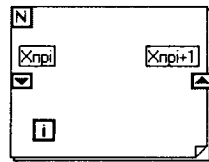

Рис. 5.2.
2. Рамку цикла нужно развернуть до необходимого размера и добавить регистр сдвига **Shift Register**, который осуществляет передачу результата вычислений из предыдущей операции в последующую. Для вызова регистра сдвига следует установить курсор на боковой границе рамки цикла и ПКМ вызвать команду **Add Shift Register**. Появившийся символ треугольника в рамке слева означает искомую переменную (u или i) на предыдущем шаге интегрирования, справа – на последующем шаге (рис. 5.2). Начальное условие (в нашем случае нулевое) задается цифровым управляющим элементом, подключаемым к входному (левому) контакту регистра сдвига.